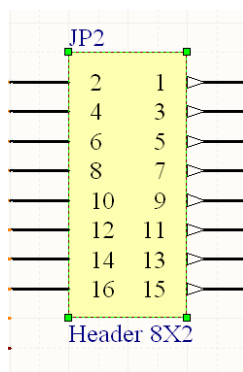

图 3.45 选中元件
(1) 选择需要编辑标号的元件的编号文本，使其处于选中状态，本例中选择如图3.45所示的编号为“JP2”的接头元件。